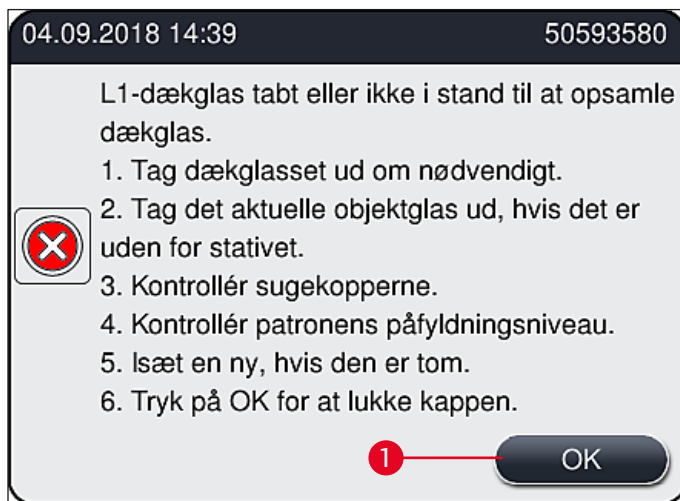

Fig. 110
Hvis **Pick&Place-modulet** mister et dækglas under transport til objektglasset, eller hvis **Pick&Place-modulet** ikke kan fjerne et dækglas fra dæglaskassetten efter 3 forsøg, får brugeren besked om dette via en fejlmeddelelse (→ Fig. 110).
- ① Hvis denne meddelelse (→ Fig. 110) vises, skal brugeren først kontrollere, om et dækglas er blevet tabt under transport til objektglasset, eller om **Pick&Place-modulet** ikke var i stand til at tage et dækglas fra dæglaskassetten.